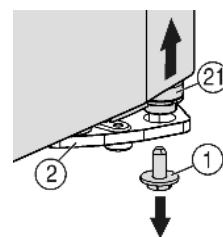
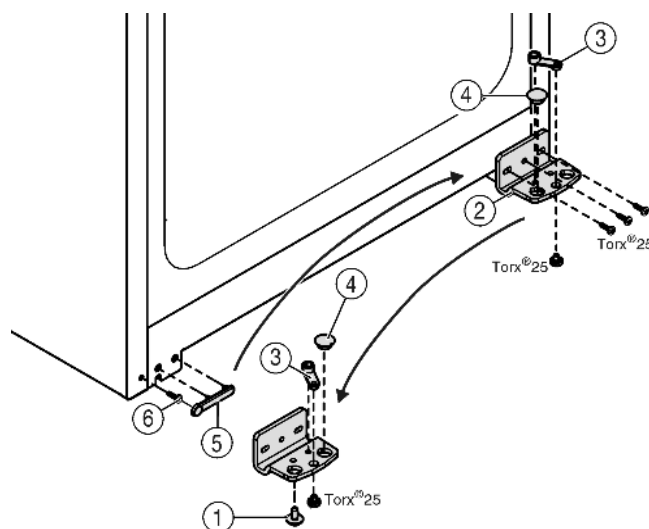

Fig. 5
Fig. 6
- ▶ Spodaj desno na ležajnem podstavku odvijte varovalne vijake Fig. 5 (1).
- ▶ Ležajni sornik Fig. 5 (21) se sname iz ležajnega podstavka Fig. 6 (2).
- ▶ Če se ležajni sornik Fig. 5 (21) ne sname, sornik potisnite od spodaj navzven.
- ▶ Odvijte ležajni podstavek Fig. 6 (2).
- ▶ Privijte ležaj Fig. 6 (3) in ga prestavite v nasprotno odprtino ležajnega podstavka, močno privijte.
- ▶ Čepe Fig. 6 (4) odstranite iz ležajnih podstavkov in jih prestavite v nasprotno odprtino ležajnega podstavka.
- ▶ Previdno dvignite pokrov Fig. 6 (5) na strani ročaja.
- ▶ Odvijte vijak Fig. 6 (6) in ga privijte na nasprotni strani aparata.
- ▶ Ponovno namestite pokrov Fig. 6 (5).
- ▶ Ležajni podstavek Fig. 6 (2) vstavite na novo stran s tečaji in s pomočjo akumulatorskega izvijača ponovno privijte (s 4 Nm).
- ▶ Varovalni vijak Fig. 5 (1) s spodnje strani privijte v ležajni sornik in zategnite (**s 4 Nm**).